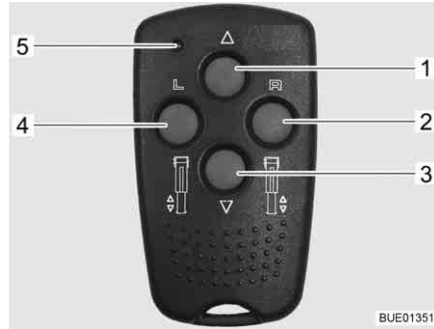

Fig. 49 Controlo remoto para apoios de elevação elétricos
- Pré-seleção: Apoio de elevação do lado esquerdo (Fig. 49,4)
- Pré-seleção: Apoio de elevação do lado direito (Fig. 49,2)
- Recolher o apoio de elevação (Fig. 49,1)
- Extrair o apoio de elevação (Fig. 49,3)
- LED de controlo (Fig. 49,5)
Sempre que uma tecla é premida, o LED de controlo (Fig. 49,5) pisca.
- Prima a tecla de pré-seleção para o lado do apoio de elevação (Fig. 49,2 ou 4) aprox. 1 segundo.
- Prima durante 2 segundos a tecla "Extrair apoio de elevação" (Fig. 49,3) e mantenha-a premida até o pé de apoio (Fig. 51,4) estar assente no chão.
- Prima durante 2 segundos a tecla "Recolher apoio de elevação" (Fig. 49,1) e mantenha-a premida até o pé de apoio (Fig. 51,4) estar completamente recolhido. Quando o apoio de elevação estiver completamente recolhido, soa um sinal de controlo.